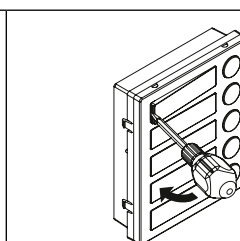

Fig. 5
- Fare leva con il cacciavite come mostrato in Fig. 5 per rimuovere il porta-cartellino (fare attenzione a non ammaccare la placca);